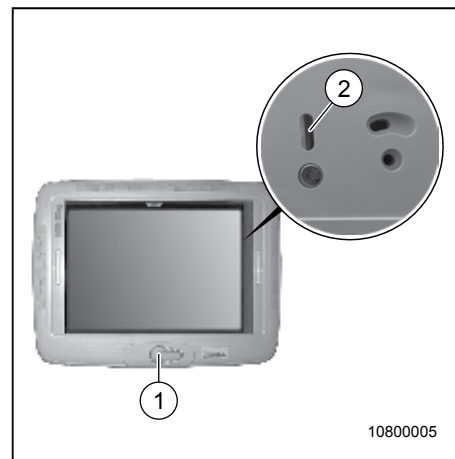

Fig. 14 Toit ouvrant à manivelle
1. Sortir la manivelle (Fig. 14, pos. 1) du creux en la rabattant.
2. Tourner la manivelle (Fig. 14, pos. 1) dans le sens indiqué sur le manche de la manivelle et amener le toit ouvrant sur la position souhaitée.
3. Rabattre la manivelle (Fig. 14, pos. 1) dans le creux.
2. Tourner la manivelle (Fig. 14, pos. 1) dans le sens indiqué sur le manche jusqu'à ce que le toit ouvrant soit fermé.
3. Pour verrouiller totalement le toit ouvrant, tourner la manivelle (Fig. 14, pos. 1) jusqu'à ce que l'on voie le trait rouge dans l'ouverture de contrôle (Fig. 14, pos. 2).
5. Rabattre la manivelle (Fig. 14, pos. 1) dans le creux.